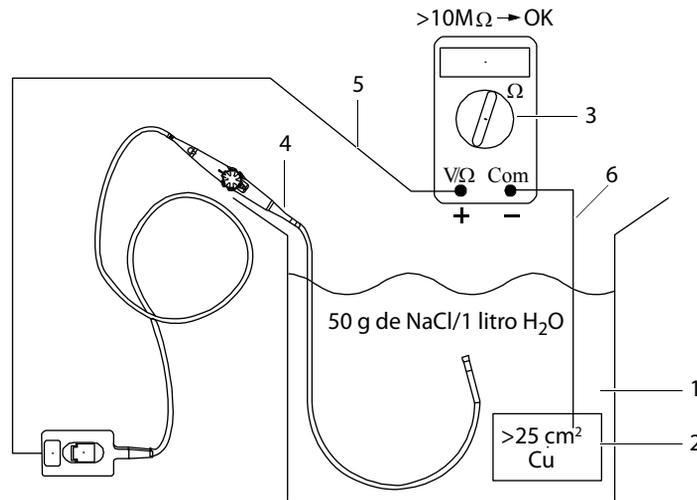

Figura 2 Equipo utilizado para detectar orificios de mordidas en el tubo del endoscopio:
Los orificios de mordidas y otros daños de la superficie del endoscopio se pueden detectar mediante una prueba de aislamiento o de fuga de corriente, según lo descrito en la norma EN 60601-1. De forma alternativa, los orificios de mordidas pueden ser detectados sin acceso al sistema de ecografía utilizando el siguiente procedimiento simplificado, que es seguro y fácil de realizar. El equipo de prueba se muestra en la Figura 2.
- 2 Conecte los electrodos al multímetro. Consulte Figura 2.